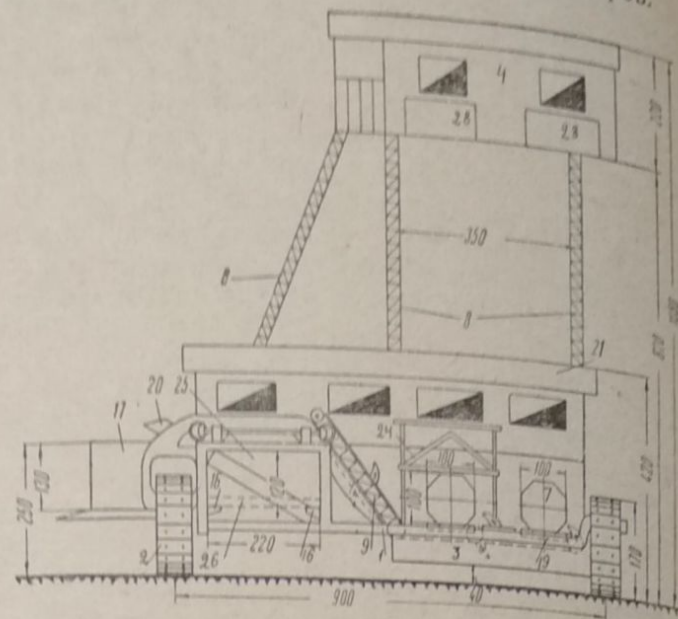

Рис. 3
На расстоянии 5 м от передней площадки установлены два механизма (7) для очистки сучьев, в которые деревья поступают комлевой частью (рис. 3). Для раскряжовки очищенного от сучьев хлыста установлены цепные пилы (24).